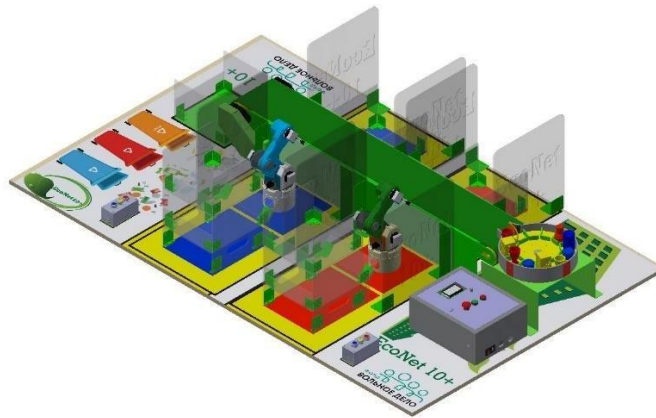

Рис. 7 Готовность игрового поля перед стартом
- Полевой судья устанавливает контейнеры в зоны безопасности робота (рис. 7);